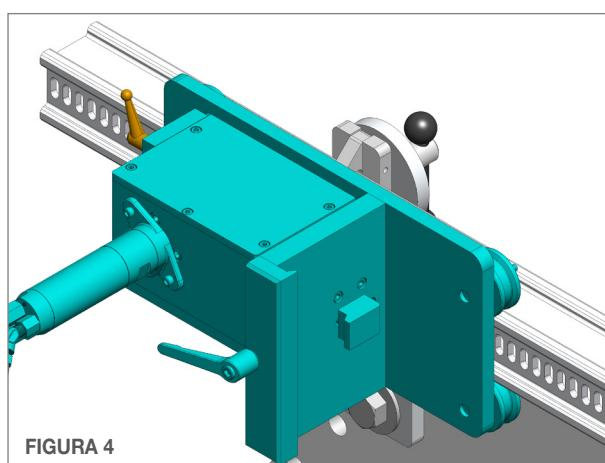

FIGURA 4
4. Solte a **Alavanca de Ajuste Rápido** e afaste a caixa de redução da base do carro. Dessa forma, será possível encaixar o **Carro Motriz Horizontal** sobre o trilho sem alimentação pneumática a fim de girar o sistema motriz. Centralize o carro no trilho superior e aproxime o redutor novamente da base do carro, engatando a engrenagem nos rasgos do trilho. Verifique se a engrenagem está engatada corretamente nos rasgos e aperte a Alavanca de Ajuste Rápido. (**Figura 4**)